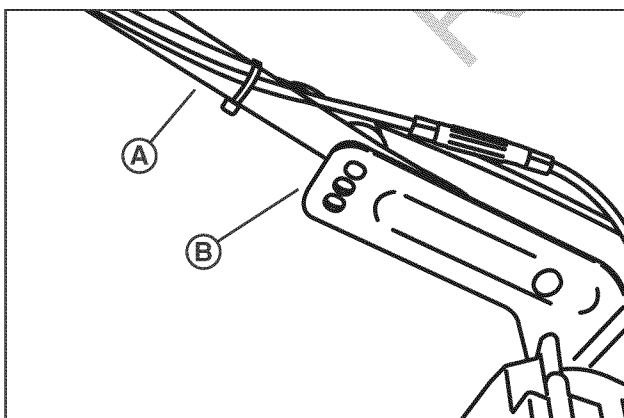

Figure 5 : Réglage de la hauteur de la poignée
1. Déposer les boutons à écrou, les rondelles, et les boulons qui maintiennent le bas du poignée (A, Figure 5) sur les supports de fixation (B).